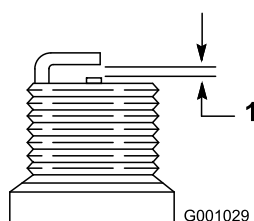

Рисунок 45
7. На новой свече установите зазор между электродами, равный 0,76 мм (Рисунок 45).